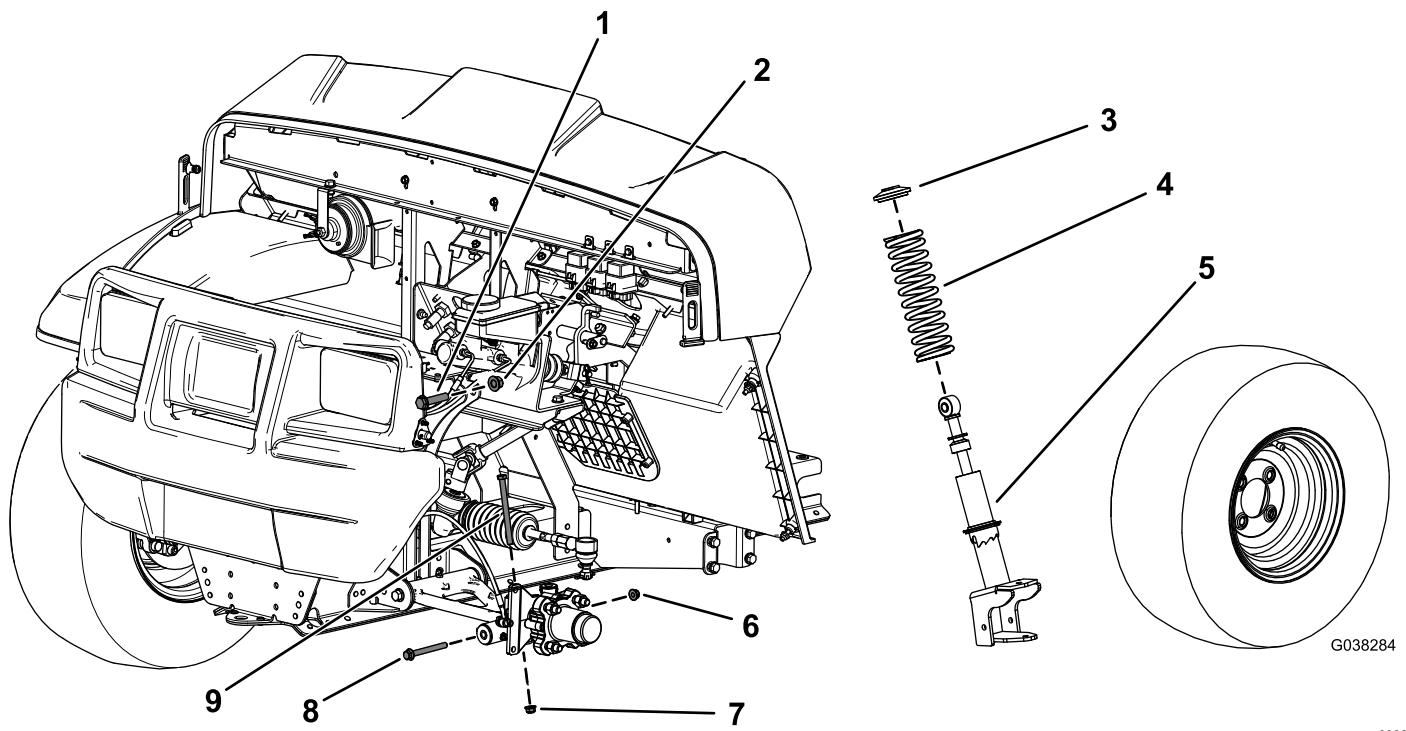

Figure 1
2. Retirez le boulon à tête hexagonale ($\frac{3}{8}$ " x $4\frac{3}{4}$ ") et l'écrou à embase ($\frac{3}{8}$ ") de la fusée (Figure 1).
3. Retirez le boulon à tête hexagonale ($\frac{3}{8}$ " x $3\frac{1}{2}$ ") et l'écrou à embase ($\frac{3}{8}$ ") du bras de commande (Figure 1).
4. Retirez le boulon à tête hexagonale ($\frac{1}{2}$ " x $2\frac{1}{4}$ ") et le contre-écrou ($\frac{1}{2}$ ") qui fixent la jambe de suspension au cadre supérieur (Figure 1).
5. Déposez la jambe de suspension (Figure 1).
3. Déposez le ressort la jambe de suspension (Figure 1).
4. Installez le nouveau ressort sur la jambe de suspension existante (Figure 1).
2. Fixez la partie supérieure de la jambe de suspension au cadre avec le boulon à tête hexagonale supérieur ($\frac{1}{2}$ " x $2\frac{1}{4}$ ") et le contre-écrou ($\frac{1}{2}"), comme montré à la Figure 1.$
4. Posez le boulon à tête hexagonale ($\frac{3}{8}$ " x $4\frac{3}{4}$ ") et l'écrou à embase ($\frac{3}{8}$ ") sur la fusée (Figure 1).
6. Fixez la partie inférieure de la jambe de suspension au bras de commande avec le boulon à tête hexagonale supérieur ($\frac{3}{8}$ " x $3\frac{1}{2}$ ") et l'écrou à embase ($\frac{3}{8}"), comme montré à la Figure 1.$